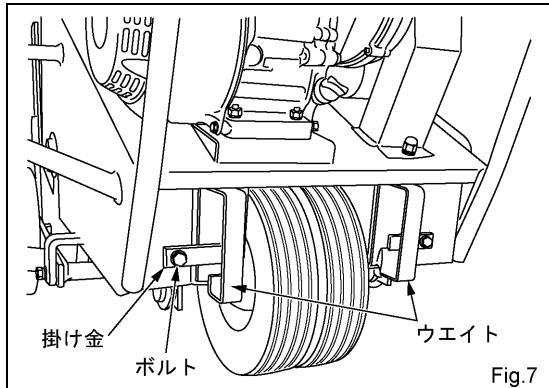

Fig.7
- (2) ウエイトを使用する場合はボルト (13 mm) にて確実に取り付けて下さい。(Fig.7)